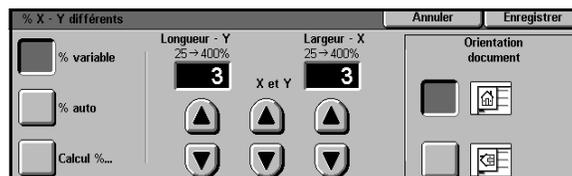

Figure 19 : Taux de réduction/ agrandissement variable
- 3 Définissez les valeurs requises (voir la figure 19) :